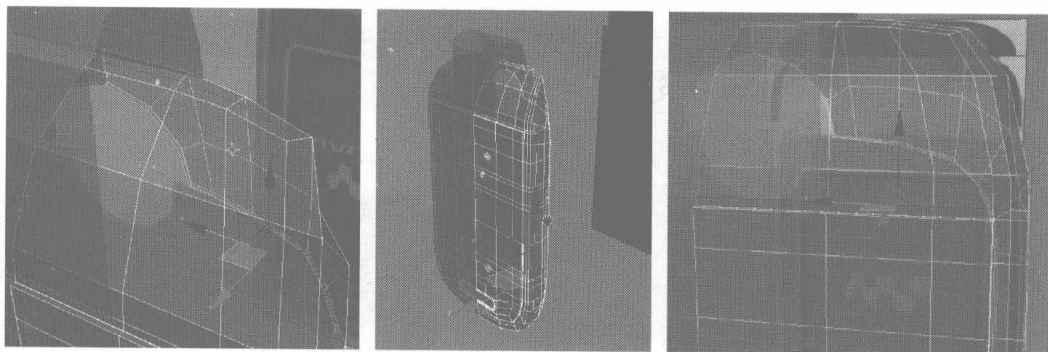

图 4.203
- 29** 分别选择如图 4.203 所示的边线, 在 Edit Edges 卷展栏中单击 **Split** 按钮, 将手机沿此边线分割。